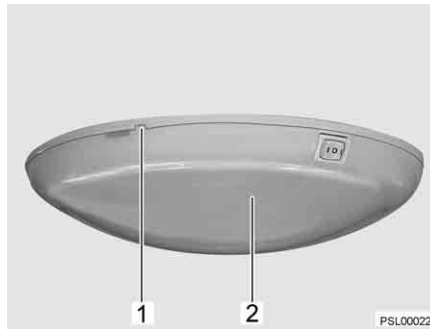

Fig. 52 Plafonnier
- Soulever prudemment le couvercle (Fig. 52,2) avec un outil approprié (p. ex. tournevis) au niveau de l'encoche (Fig. 52,1) et le retirer.